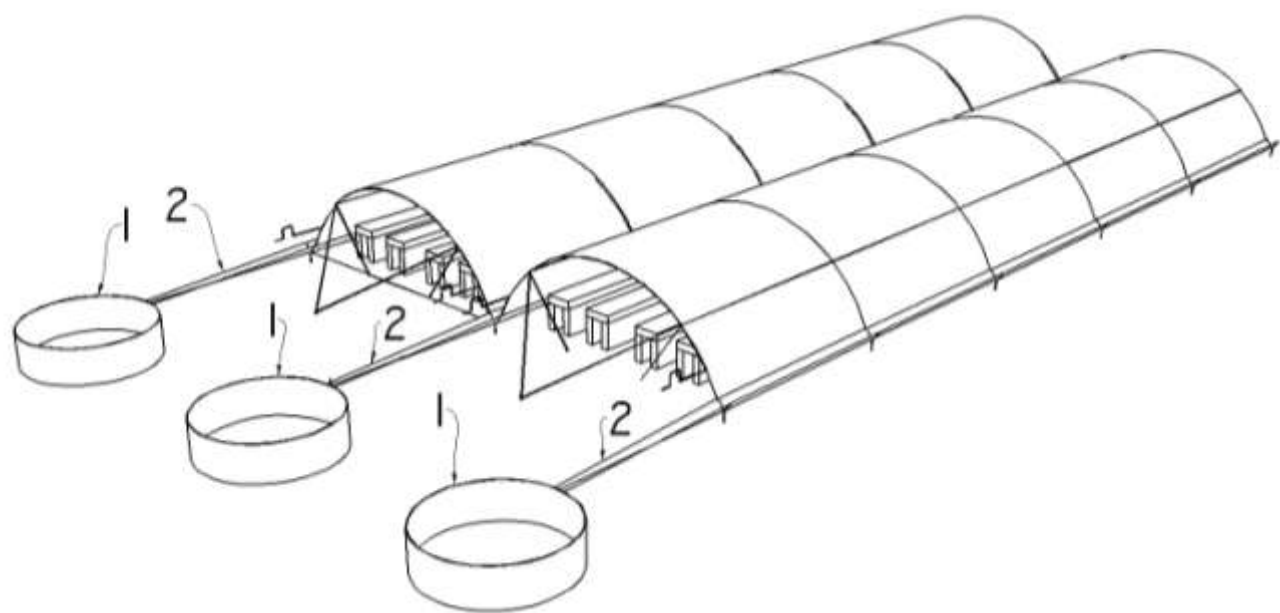

Ilustración 2. Disposición del tanque con el canal
La estructura se compone de los arcos estructurales (4), ensamblados al herraje en forma de “Y” (5) que se entierran al suelo (7), los arcos (4) y el herraje (5), son cubiertos por una cubierta impermeable (3), el agua lluvia (6) al caer sobre la estructura, es llevada al canal (2) (ilustración 1). El canal (2) lleva el agua lluvia (6) al tanque (1) (ilustración 2).